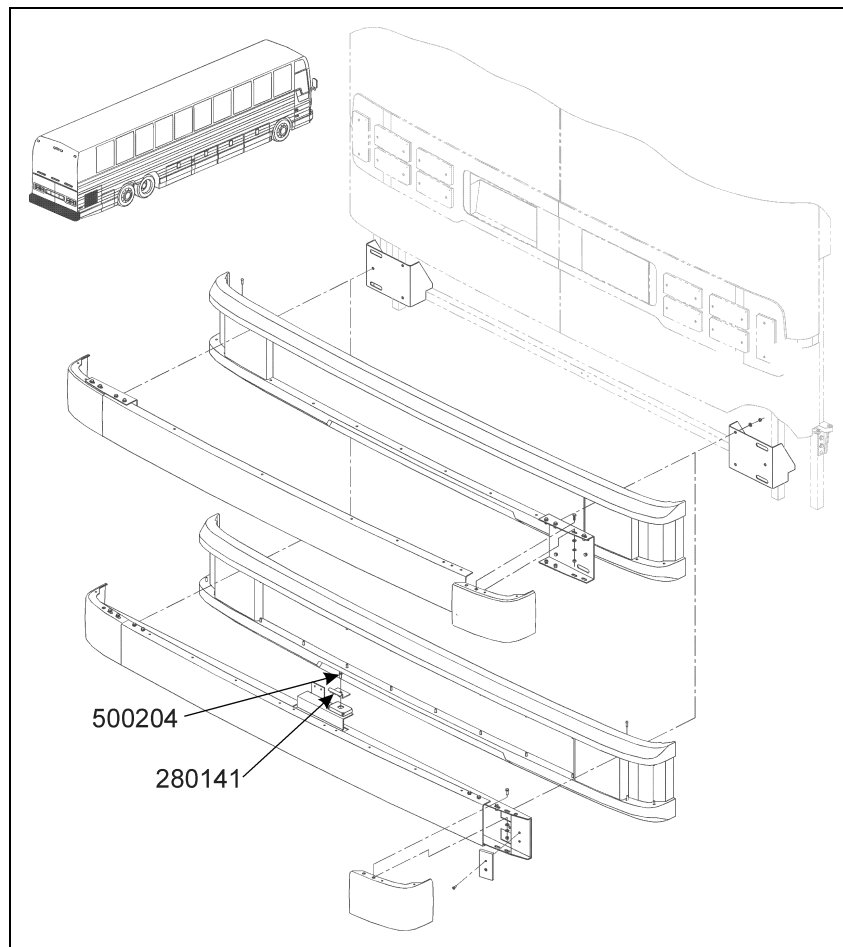

FIGURE 5 : EMBLACEMENT DES PLAQUES EN «Z»
12. Installer les deux plaques en «Z» (280141) là où étaient les gâches (voir figure 5).